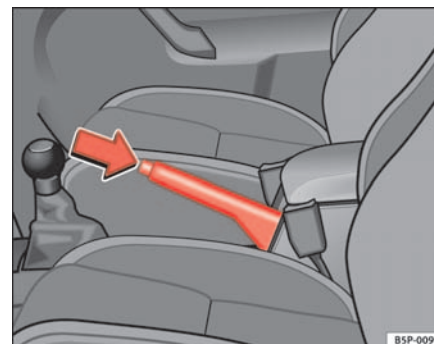

Fig. 99 Freno de mano entre los asientos delanteros
- Tire con fuerza de la palanca del freno de mano hacia arriba ⇒ fig. 99.
- Tire ligeramente de la palanca hacia arriba, presione el botón de desbloqueo en la dirección de la flecha ⇒ fig. 99 y baje completamente la palanca. ⇒ ⚠.